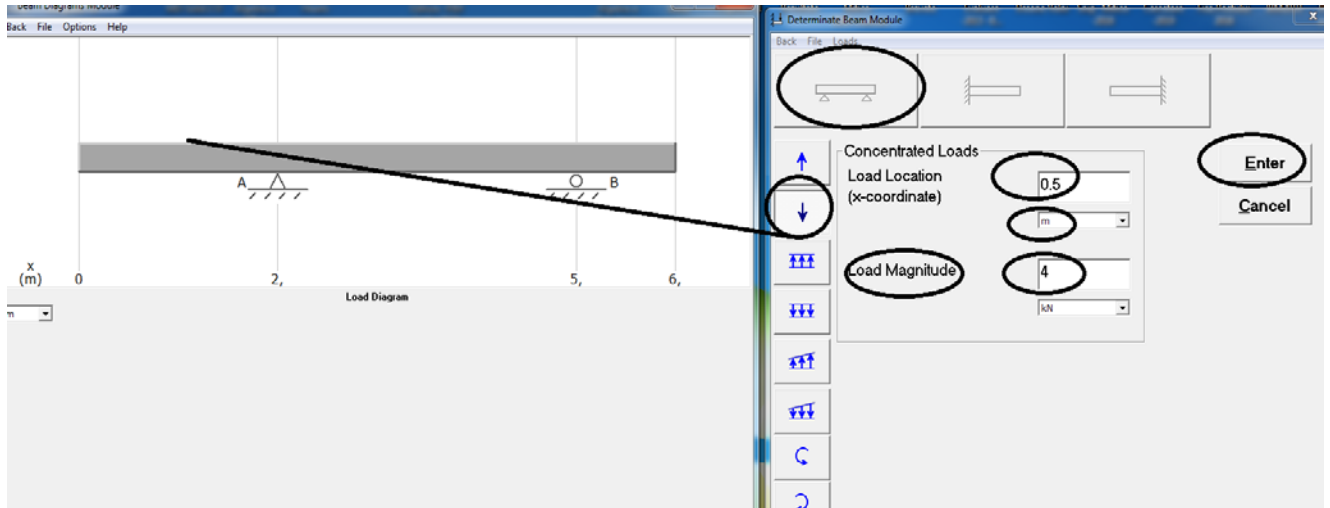

Figura 23-Aplicarea unei forta concentrate F
-In figura 23 se pune o forta concentrata in jos in valoare de 4 kN la distanta de 0,5 m de origine;